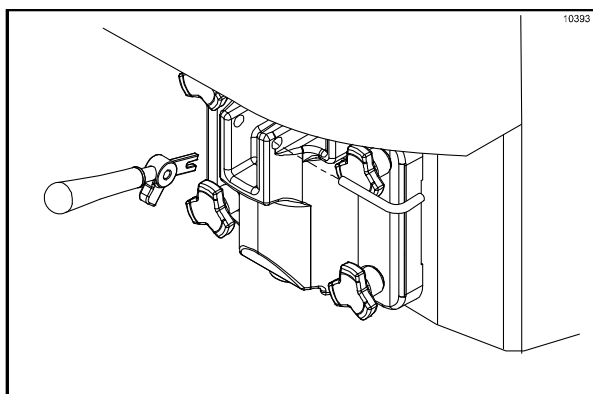

Figura 139
11. Instale a alavanca de extração. Deslize o garfo da alavanca de extração no rasgo de encaixe da válvula. Prenda com o pino pivô. (Veja a Figura 139.)